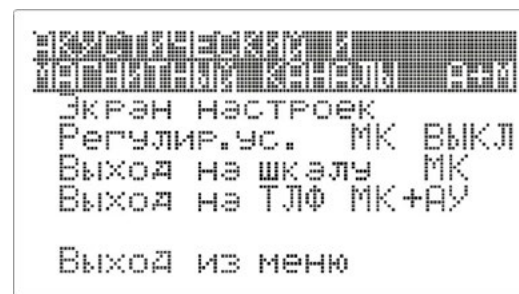

Рисунок 13
4.10.6. Экран меню режима «А+М» – Рис. 13.